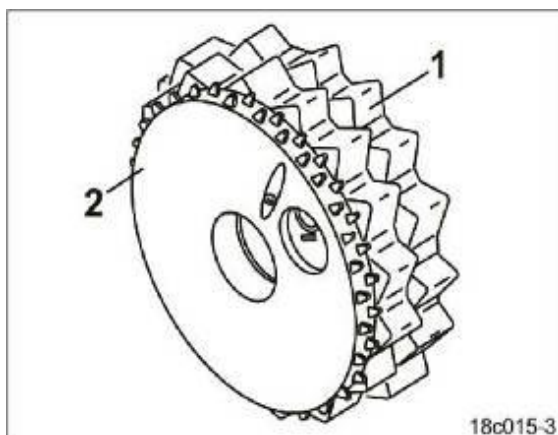

Рис.19
- обычной высевальной катушки (Рис.19/1) и
- мелкосеменной высевальной катушки (Рис.19/2) .